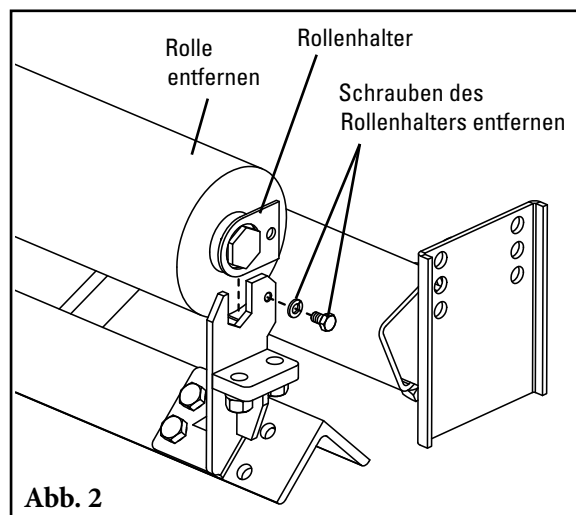

Abb. 2
- Montagewinkel ansetzen.** Kann an den vorhandenen Montagepunkten des Tragrollenhalters angebracht werden ODER außen an der Tragkonstruktion, wenn die Breite der Tragkonstruktion gleich der Bandbreite + 450 mm (18") oder weniger ist. Sicherstellen, dass das Band zwischen den oberen und unteren Montagelöchern verläuft. (Abb. 2).
- Falls das Band immer noch zu einer Seite falsch läuft, die entsprechende Sensorrolle zur Mitte bewegen. Immer nur Einstellveränderungen von 6 mm (1/4") vornehmen (Abb. 1). Das Band nicht zwischen den Rollen einklemmen – insgesamt sollten die Rollen 38 mm (1-1/2") weiter auseinander sein, als das Band breit ist (Abb. 2).
2. **Entfernen Sie die Rolle,** indem die Rollenhalter abgebaut werden (Abb. 2).
2. Lösen Sie die Sechskantmutter unten an der Sensorrolle und entfernen Sie sie vom Einstellarm (Abb. 2).